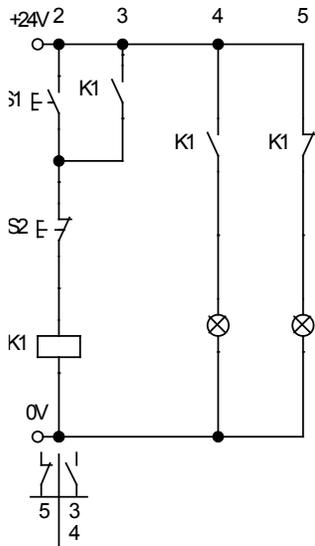

Figura 7. Sistema de encendido y apagado.
2. Del circuito de la figura 7:
- c. Diagrama de escalera del circuito de la figura 7.